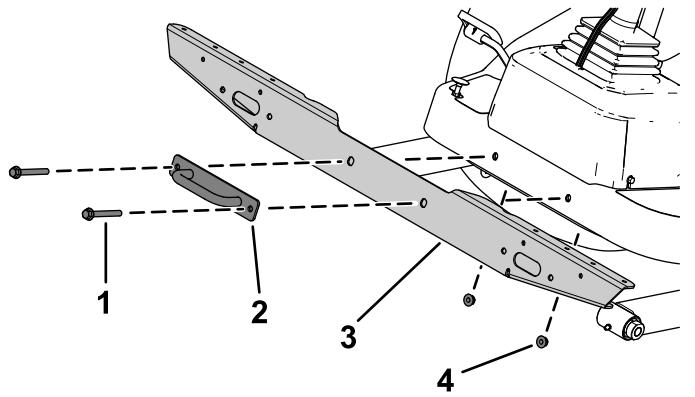

Figure 18
2. Fixez le support transversal de feux sur la plate-forme à l'aide des boulons, des écrous et du support d'attache (**Figure 18**).